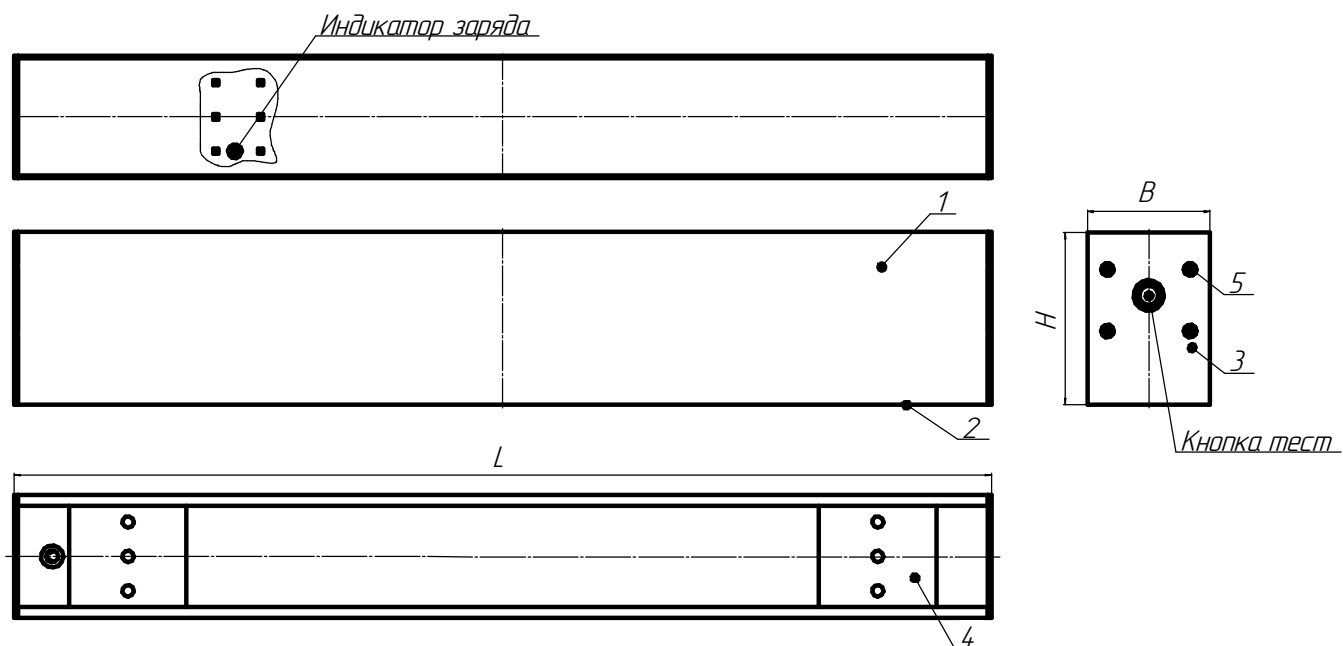

Рисунок 1 - Общий вид светильников ДПО02 ЕМ
5.6. В светильниках присутствует ручное тестирование аварийного режима. Выключите светильник. Зажмите кнопку, находящуюся на торцевой крышке светильника (рисунок 1). Источник питания светильника переключится в аварийный режим, напряжение на светодиодные модули будет подаваться от аккумулятора. Для возврата в рабочий режим, отпустите кнопку ручного тестирования.